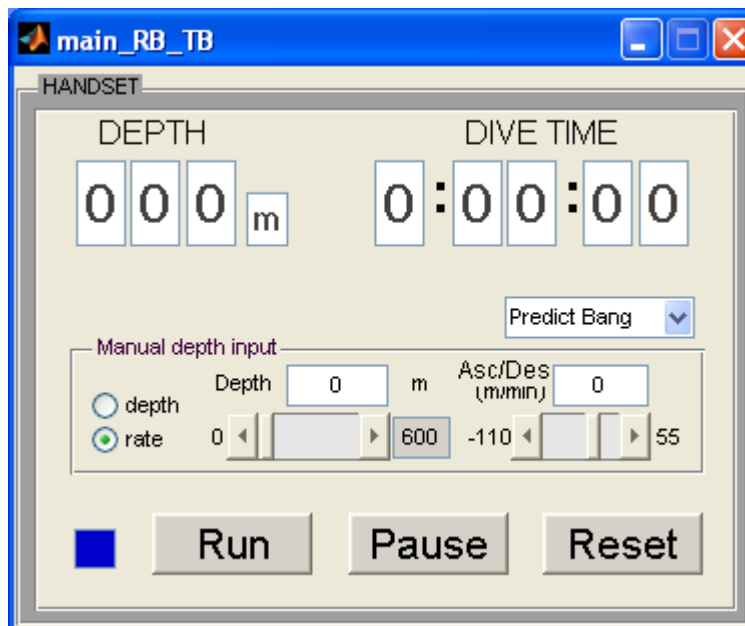

Рис. 3. Графический интерфейс пользователя GUI
2. Командой `guide` вызовите редактор графического интерфейса и постройте GUI (см. рис.3).